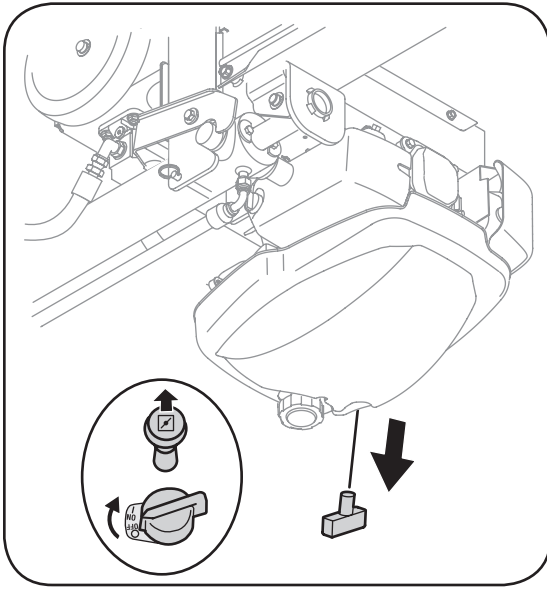

Figure 4-4
4. Sortez le bouton du volet de départ qui se trouve sur le moteur. Voir l'encart de la Figure 4-4.
5. Appuyez sur le commutateur du moteur. Voir l'encart de la Figure 4-4.
6. Tirez légèrement sur la poignée du démarreur jusqu'à ce que vous sentiez une légère résistance, puis tirez rapidement pour surmonter la compression, éviter l'effet de recul et mettre le moteur en marche. Voir la Figure 4-4. Si le moteur ne démarre pas après 10 secondes d'essais répétés, attendez quelques minutes et recommencez.